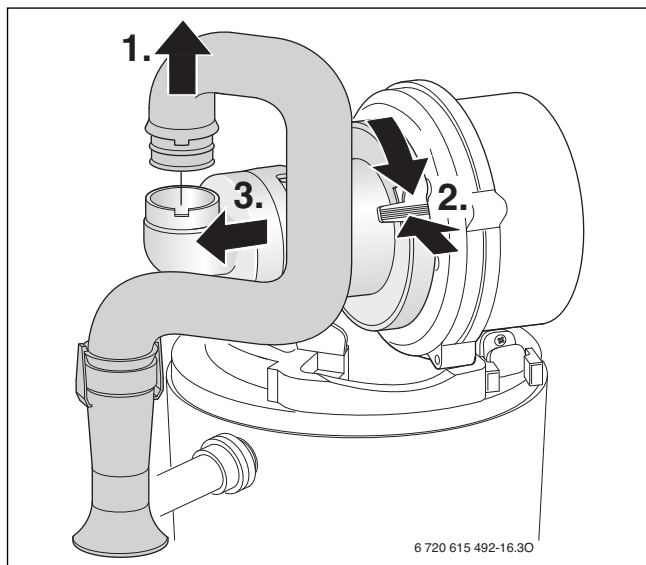

Рис. 46
1. Демонтируйте всасывающую трубу (рис. 46, 1).
2. Нажмите на фиксатор и поверните смесительное устройство (рис. 46, 2).
3. Снимите смесительное устройство (рис. 46, 3).
- ▶ Демонтируйте смесительное устройство согласно рис. 46.